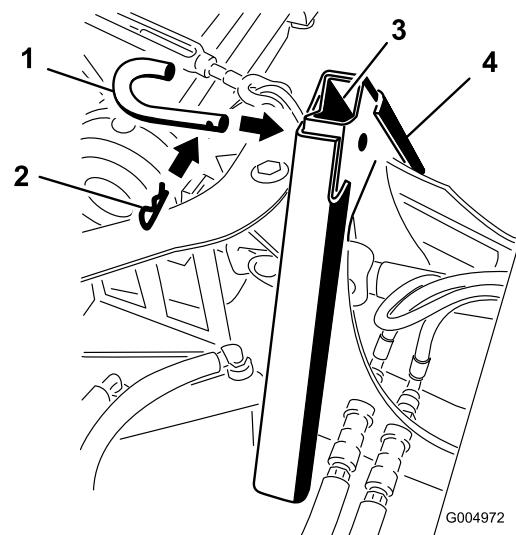

Figura 14
- Acople los adaptadores con el pasador de acoplamiento y la chaveta, según se indica en Figura 14. Para cargas más abusivas, puede utilizar un perno y una tuerca.